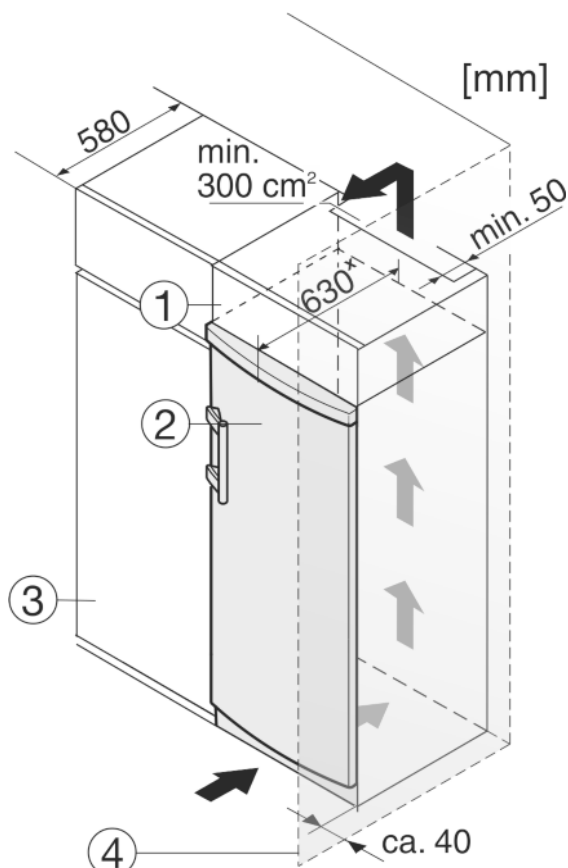

Fig. 10
- (1) Skapmodul
- (2) Enhet
- (3) Kjøkkenskap
- (4) Vegg
Enheden kan bygges inn i kjøkkenskap. For å tilpasse enheten *Fig. 10 (2)* til kjøkkeninnredningens høyde, kan et innbyggings-skap *Fig. 10 (1)* monteres over enheten.
Ved ombygging med kjøkkenskap (dybde maks. 580 mm) kan enheten stilles opp rett ved siden av kjøkkenskapet *Fig. 10 (3)*. Enheten stikker ut 34 mm i sideretningen, og stikker i midten 50 mm lengre frem enn forsiden av kjøkkenskapet.
Hvis enheten plasseres med hengslene mot en vegg *Fig. 10 (4)*, må avstanden mellom enheten og veggen være minst 40 mm. Dette tilsvarer hvor mye håndtaket stikker ut når døren er åpen.